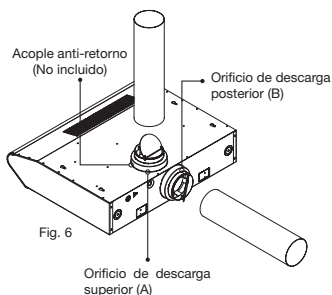

Fig. 6
- Para emplear la salida superior (A) o posterior (B) retire la tapa ejerciendo presión en los pre-cortes, luego ensamble el acople anti-retorno (excepto campana CX 4300) en el orificio de descarga que se acomode a su necesidad, finalmente conéctelo al tubo de descarga como se muestra en la fig. 6